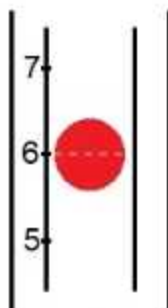

Figura 2: flotámetro o bolilla de medición
Mientras gira la perilla (2) debe observar como el flotante o bolilla (8) comienza a elevarse dentro del tubo interior (3). La lectura en litros por minuto se hace por la posición del centro del flotante dentro del tubo de flujo (Figura 2).